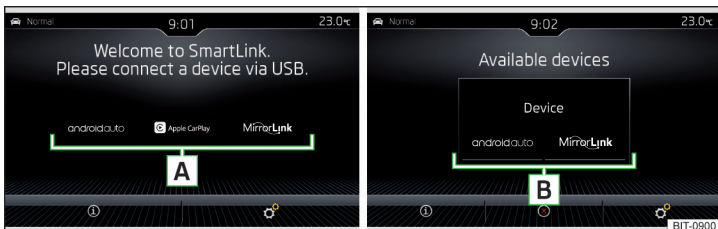

Fig. 148 Sistemele de comunicație suportate/Exemplu de sisteme de comunicație disponibile la aparatul extern conectat
Dacă nu există un aparat extern conectat, se va afișa un meniu cu sistemele de comunicație SmartLink suportate **A** » fig. 148.
Meniul principal » fig. 148
- Selectați conexiunea prin „Android Auto“ **B** » fig. 148 la pagina 137.
- Selectați conexiunea prin „Apple CarPlay” **B** » fig. 148 la pagina 137.
- ▶ Selectați conexiunea prin „MirrorLink®” **B** » fig. 148 la pagina 137.